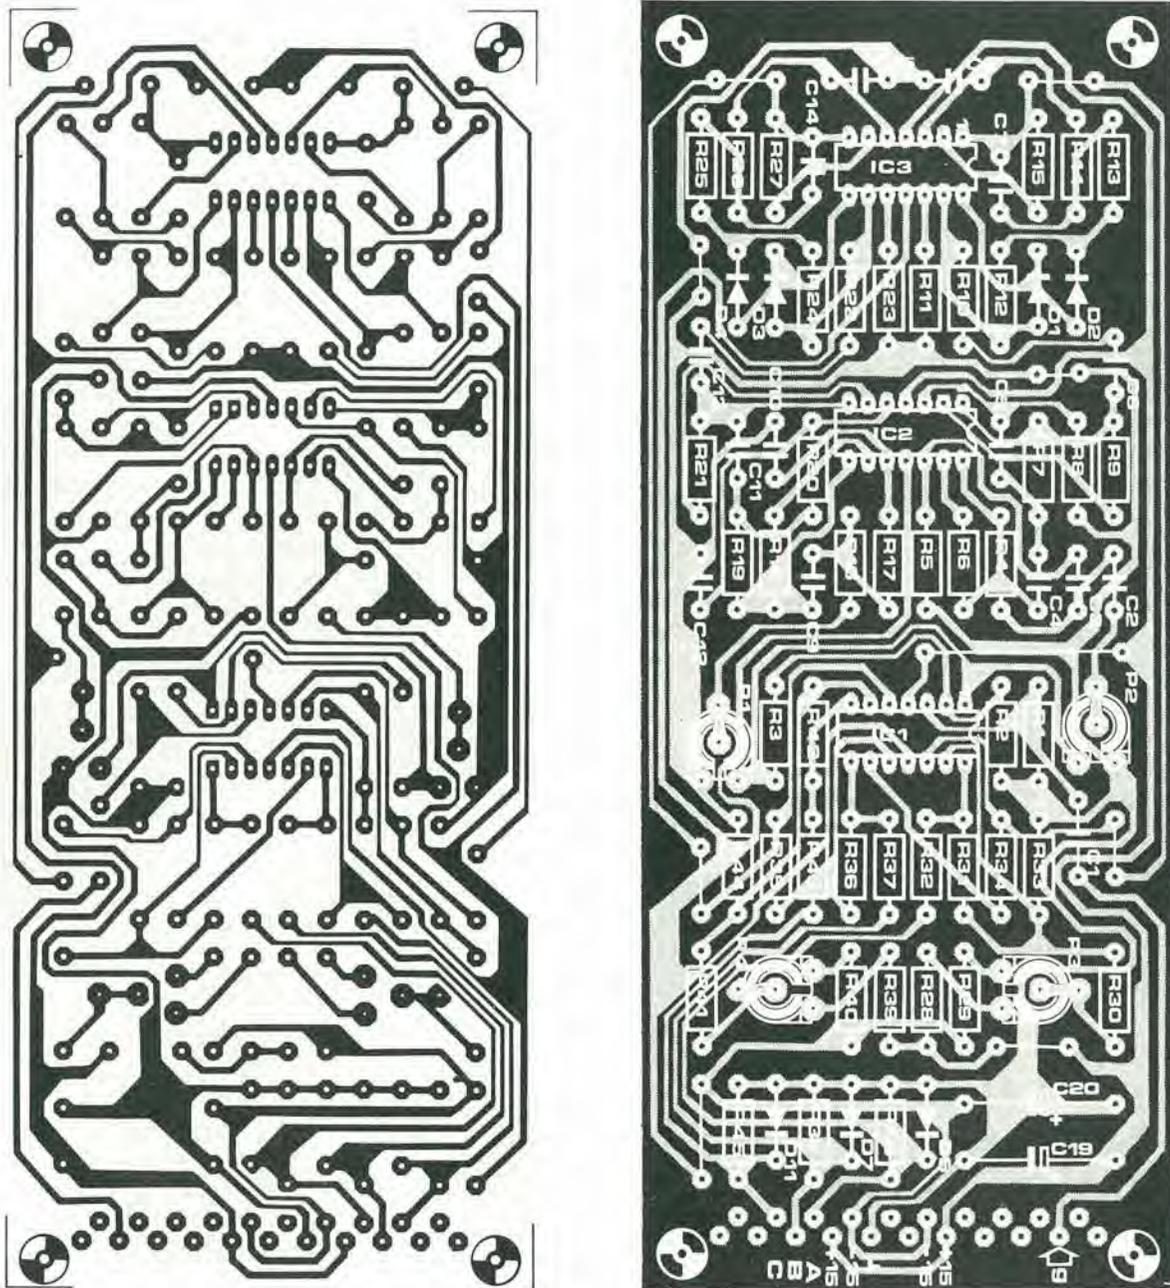
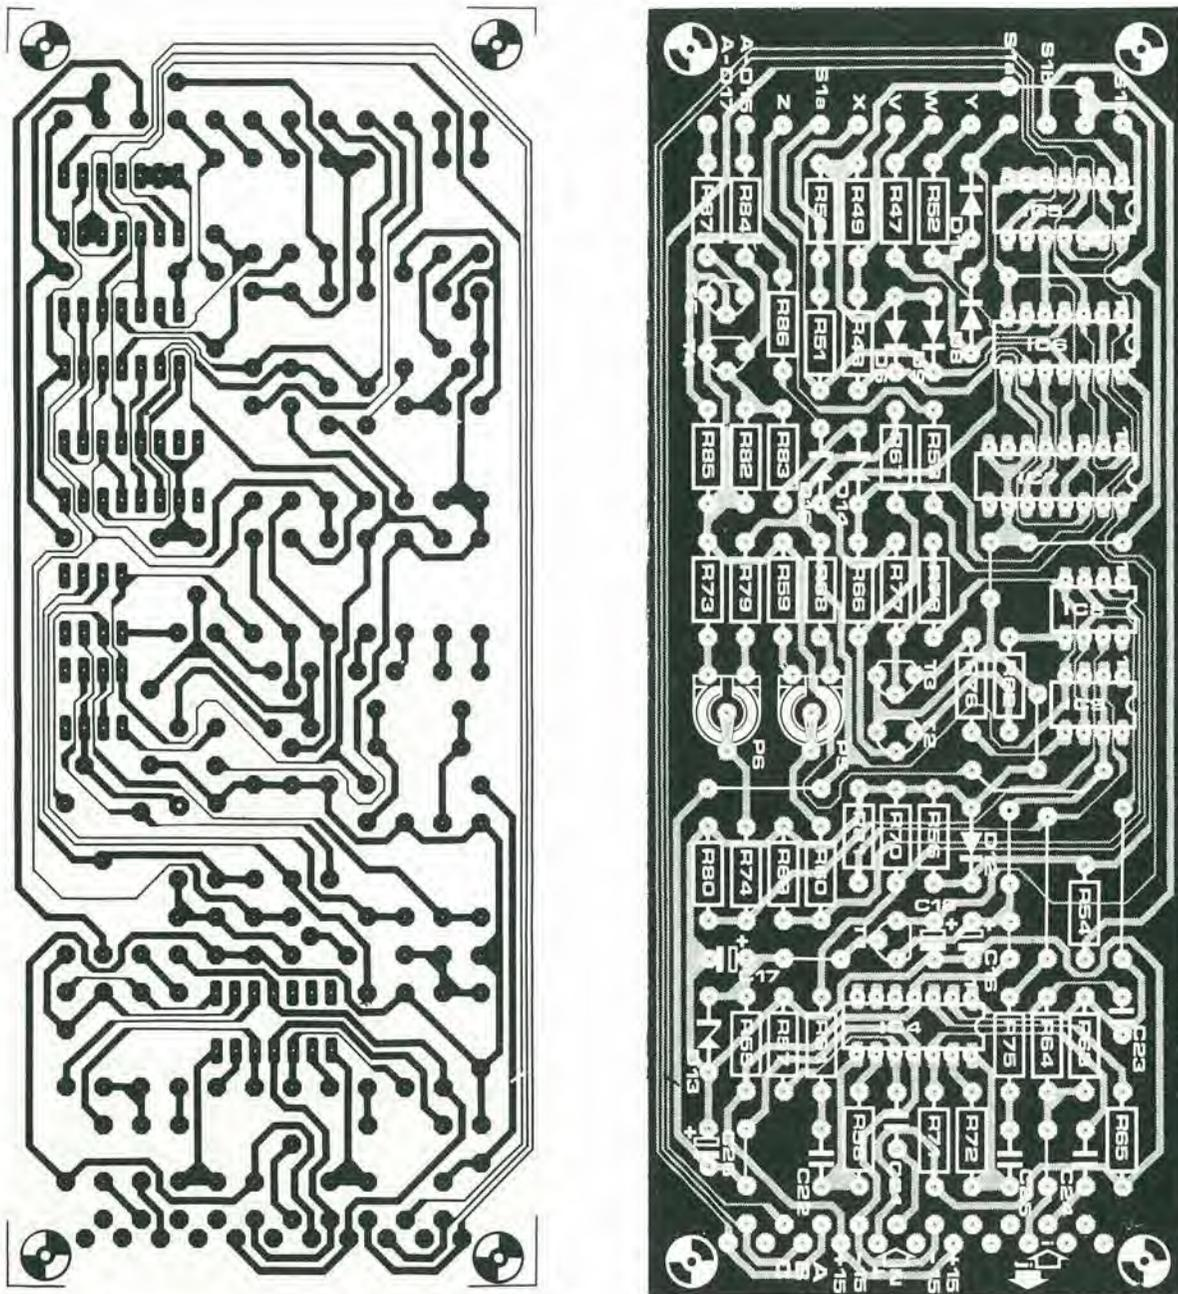

Figura 4. La "basetta del rivelatore". La basetta stampata e la disposizione dei componenti riguardante la sezione di figura 3a.
Figura 5. La "basetta di commutazione" che contiene il circuito di figura 3b.
Se il gruppo non è accuratamente tarato si produrranno dei fastidiosi clic alla commutazione del rivelatore, il che avviene molto spesso sia nella parola che nel canto. Le figure 4 e 5 rappresentano le piste e la disposizione dei componenti del rivelatore di suoni sonori/sordi. Il circuito di rivelazione di figura 3a è incorporato nella bassetta di figura 4, il resto (figura 3b) si trova sulla bassetta di figura 5.
suono sonoro (Y) ed interdizione (Z), sono tutte situate sul davanti delle "basette di commutazione" di figura 5. Se occorre questi punti possono essere facilmente portati ad un connettore. Con questo sarà possibile allo sperimentatore il controllo dell'apparecchio con un calcolatore senza dover affrontare complicati problemi di cablaggio.